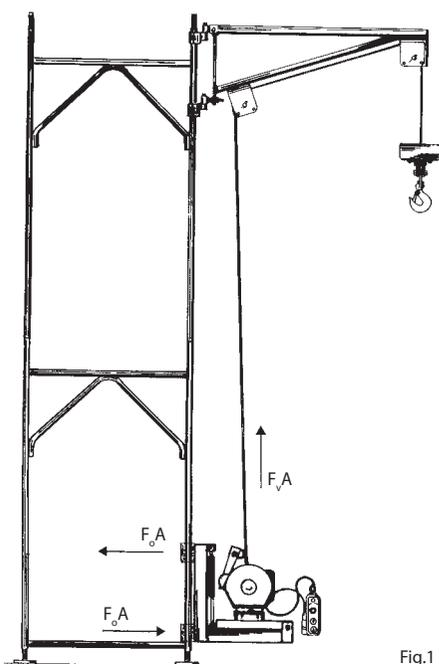

Fig.1
* les structures portantes réalisées par le client doivent avoir, en fonction des dimensions et des conditions de montage, la stabilité et la portée adéquates aux forces exercées par le treuil ou par ses supports, de façon à ce que les sollicitations sur lesdites structures soient contenues dans les limites prévues pour les matériels respectifs par les normes des règles de l'art. Les forces exercées dans les différents cas en correspondance des prises sont indiquées dans les illustrations ci-dessous afin de permettre les calculs nécessaires. (Cf. fig.2) Les forces exercées sur le montant sont reportées dans le tableau ci-dessous (cf. fig. 1).